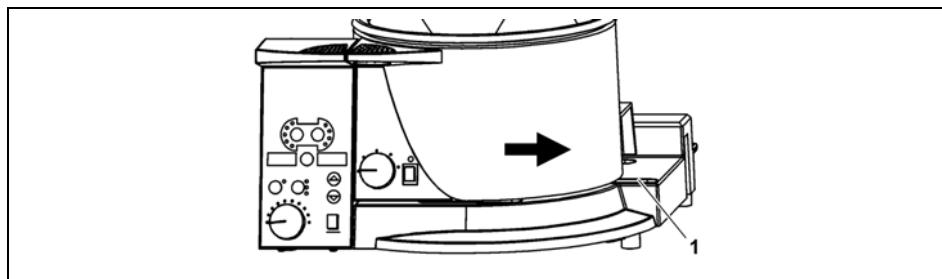

Fig. 4-1: Baño calefactor
- Sujetar el baño calefactor por la empuñadura, desplazarlo sobre los rieles y posicionarlo según se requiera (véase Fig. 4-1, pagina 226).